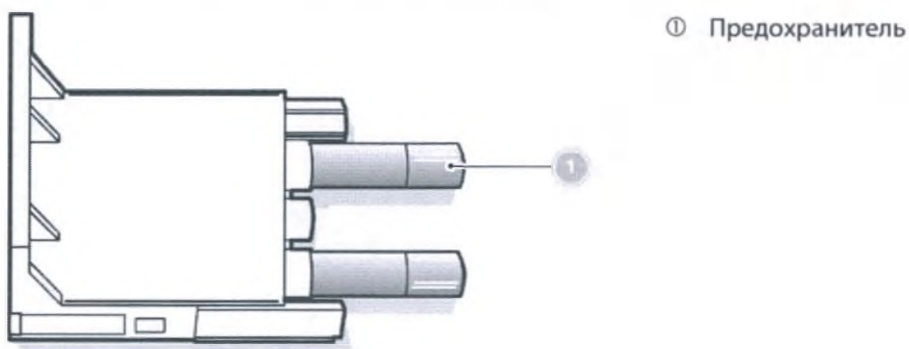

Рисунок 5–5. Предохранитель
- 6 Вытащите предохранитель (-ли) из держателя предохранителя и осмотрите его (их). Замените неисправный предохранитель новым предохранителем того же типа и с тем же номиналом, что указан на наклейке рядом. См. Рисунок 5–5.